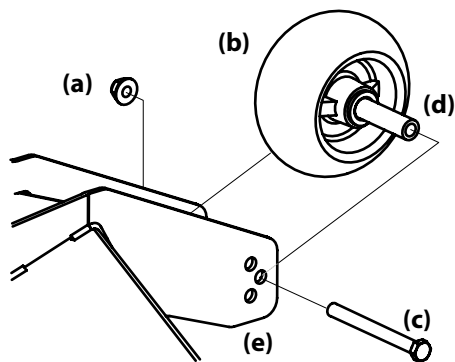

Figura 4-8
2. Retire la tuerca de seguridad (a) que fija uno de los tornillos hexagonales (c) de las ruedas de calibración delanteras (b) a la plataforma. Retire la rueda de calibración (b), el tornillo hexagonal (c) y el espaciador (d). Vea la Figura 4-8.